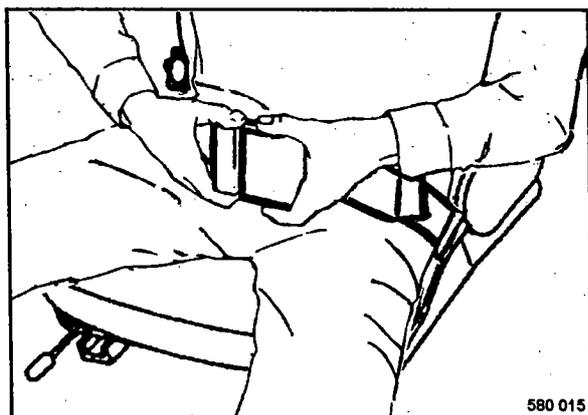

Fig. 32
- Poner el cinturón de seguridad (Fig. 32).